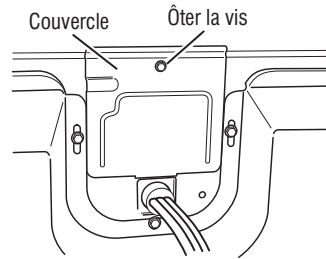

Figure 3 - Retirer le couvercle (électrique).
2. Retirer le couvercle à l'arrière de la sècheuse. Voir Figure 3.